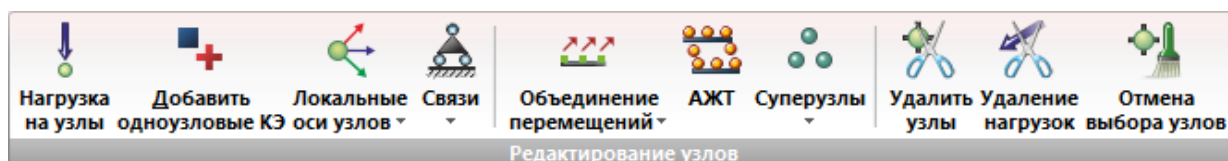

Рис. 152. Панель **Редактирование узлов**
- **Редактирование узлов** (рис. 152) – операции по назначению и редактированию свойств узлов схемы.
Панель **Редактирование узлов** (рис. 152) содержит следующие команды: